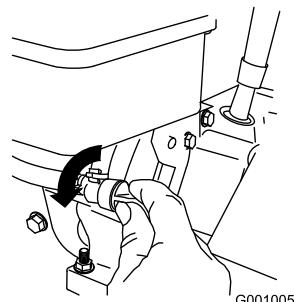

Figura 22
3. Girate la valvola d'intercettazione del carburante in senso antiorario per aprirla (Figura 22).